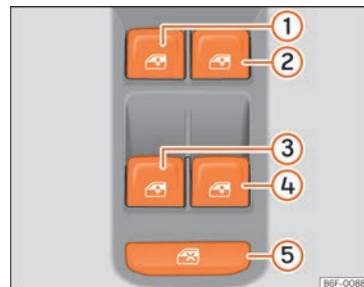

Fig. 95 Détail de la porte du conducteur : commandes des fenêtres.
La commande de sécurité » » fig. 95 ⑤ située sur la porte du conducteur vous permet de désactiver les touches des lève-glaces sur les portes arrière.